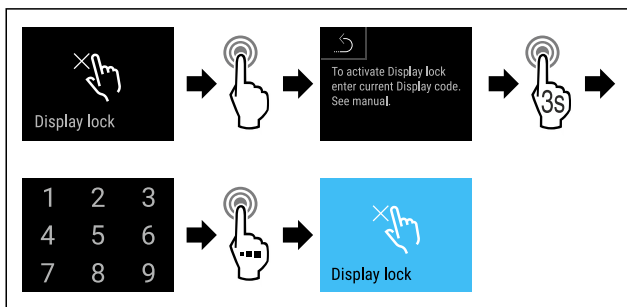

Fig. 79
- Provedte akční kroky (viz Fig. 79).